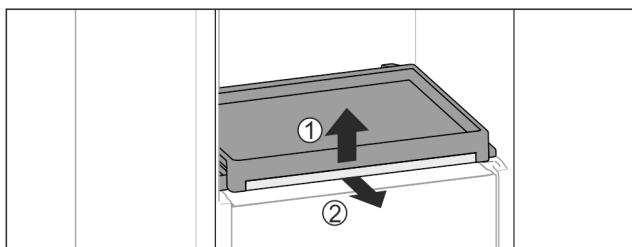

Fig. 95
- Sortir la bordure télescopique avec la tablette : Soulever légèrement la tablette par l'avant Fig. 95 (1) et la sortir vers l'avant Fig. 95 (2).